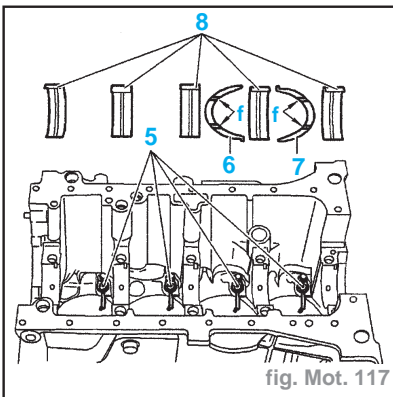

fig. Mot. 117
- Reposer (fig. Mot. 117) :
- les gicleurs de fond de piston (5) (couple de serrage : 1 daN.m)
- les demi-coussinets rainurés (8)
- les cales de jeu latéral (6) et (7) (rainures de lubrification "f" côté vilebrequin)